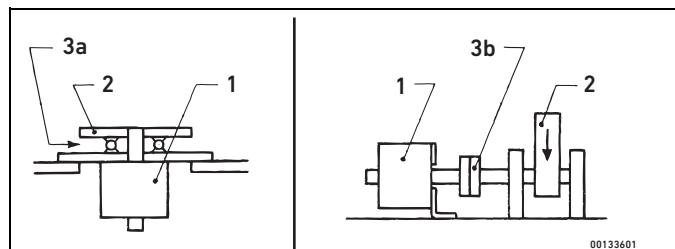

Fig. 3: Ripartizione del carico pesante
- ▶ Assicurarsi di non aver superato i valori massimi indicati nei dati tecnici per la pressione d'esercizio e per il carico assiale e radiale consentito sul cuscinetto. In presenza di carichi pesanti è necessario suddividere il carico. Vedere Fig. 3, carico assiale (a sinistra) e carico radiale (a destra).